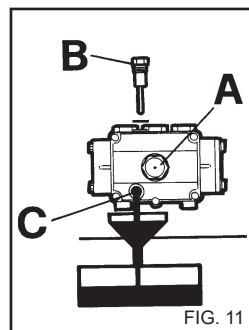

FIG. 11
2) Desaperte o tampão com a vareta de controlo do nível (fig. 11).